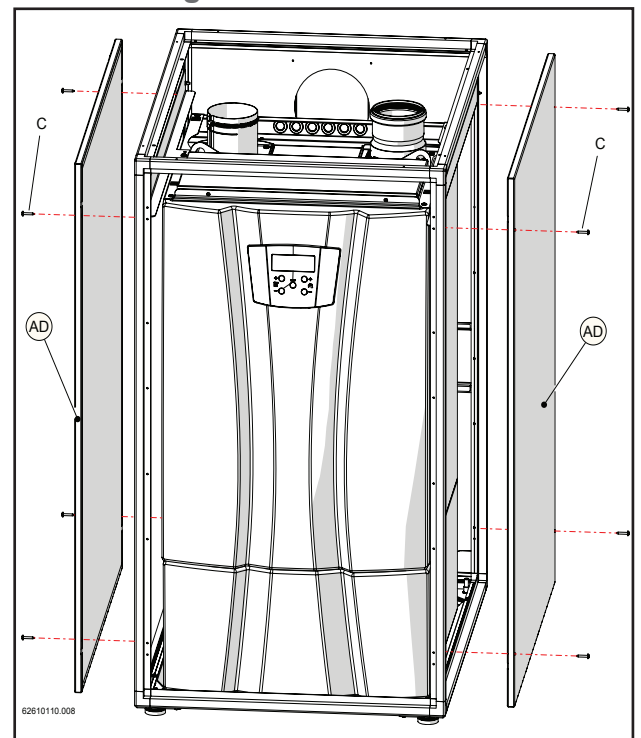

Figure 13-22
- 12.- Positionner les couvertures latérales (AD), en les fixant à la structure à l'aide des vis « C » (figure 13-22).